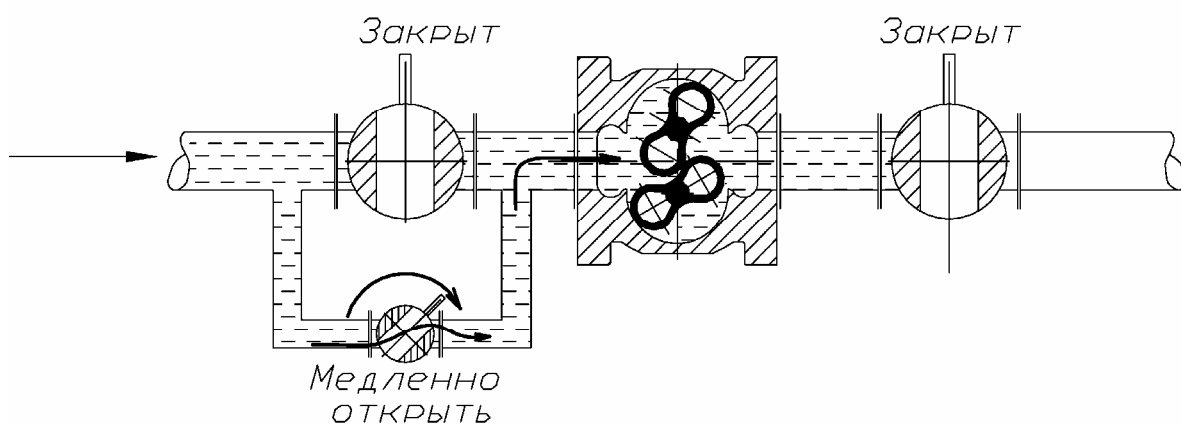

Рис.7 Открытие запорного устройства перепускного канала
3.4.4 Пуск счетчика с использованием перепускного канала (рисунок 7, 8, 9).
При закрытых запорных устройствах перед счетчиком и после счетчика путем плавного открытия вентиля (Рисунок 7) перепускного канала уравнять давление на участке трубопровода, на котором установлен счётчик, с давлением на подводящем трубопроводе.